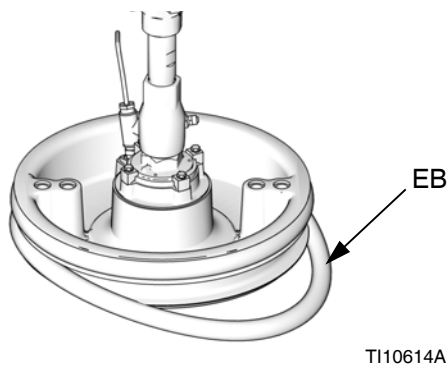

FIG. 16
1. Nettoyez les rainures des joints à l'aide d'un outil en bois ou en plastique pour ne pas endommager le racleur (EB).
2. *En partant du bas*, inclinez un racleur (EB) sur le dos du cylindre. Consultez la FIG. 16.
3. Introduisez le racleur (EB) dans la rainure supérieure et faites glisser l'extrémité avant du racleur dans cette dernière.
4. *Uniquement pour un racleur de 200 litres (55 gallons)* : introduisez le deuxième racleur (EB) dans la rainure inférieure et faites glisser l'extrémité avant du racleur dans cette dernière.